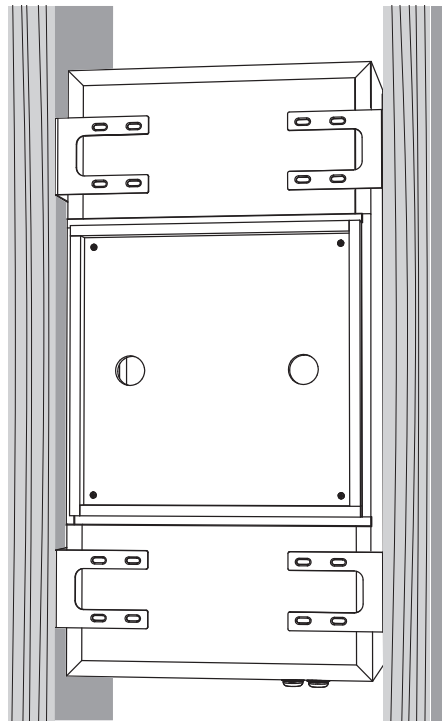

Fig. 2 Screw the brackets and back can together.
3. Con la ayuda de un asistente, levante con cuidado la lata trasera hasta la ubicación elegida entre las vigas del techo, levántela y deslízcala en su lugar, hasta que se apoye en los cuatro soportes y se centre entre ellos (Fig. 2).